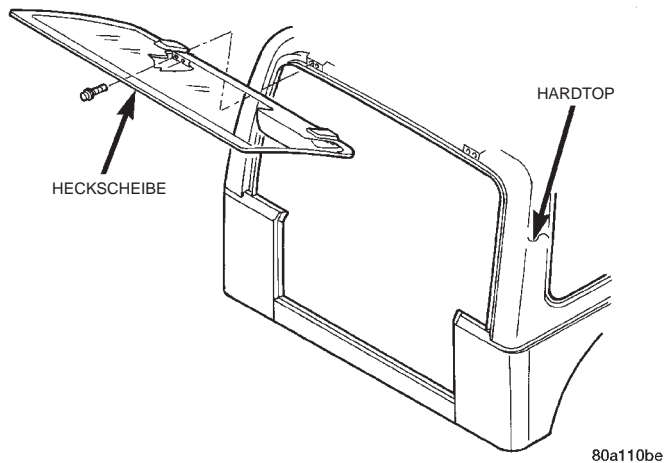

Abb. 76 Heckscheibe
- (3) Heckklappe öffnen.
- (4) Gasdruckzylinder ausbauen.
- (5) Befestigungsschrauben lösen, mit denen das Heckklappenscharnier am Hardtop befestigt ist (Abb. 76).
- (6) Heckscheibe vom Hardtop abbauen.